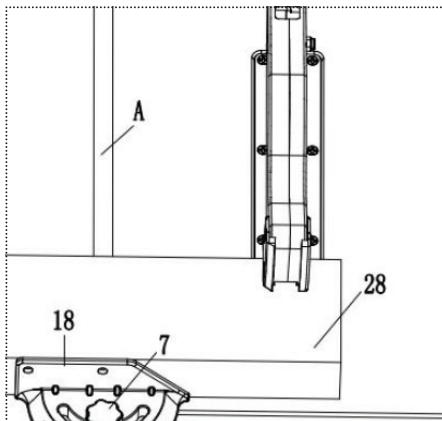

Рис. 9
28. Заготовка (рис. 9)
Вставьте угловой упор (18) в направляющую на столе (рис. 9).